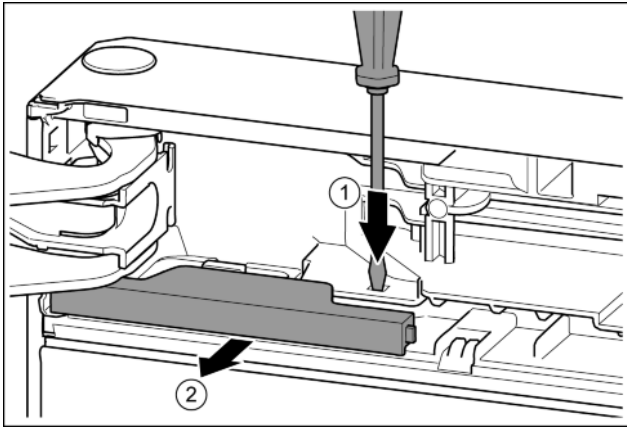

Fig. 9
- ▶ Nyomja a fedőlemezt csavarhúzóval. Fig. 9 (1)
- ▶ Húzza ki a fedelet a reteszelésből. Fig. 9 (2)